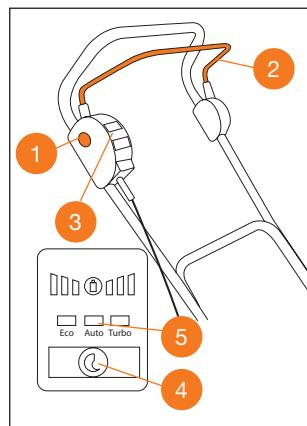

Рис. 13
- Выберите необходимый режим работы на панели управления ③.
- Зажмите кнопку блокировки включения ① и прижмите рычаг включения двигателя ② к рукоятке (Рис. 13). Двигатель заработает и нож начнёт вращение.
- Отпустите кнопку блокировки включения ① и приступайте к работе с изделием.
- Для остановки двигателя, отпустите рычаг включения двигателя ②.
Газонокосилка имеет 3 режима работы: **Eco**, **Auto**, **Turbo**. Для смены режима работы, нажмайте кнопку переключения ④. На панели управления отобразиться выбранный режим газонокосилки ⑤ (Рис. 13).